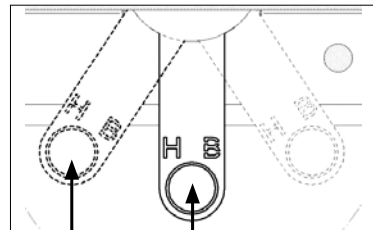

Abb.3b
- Der Luftregelbereich liegt im linken Bereich von 0% in der Mittelstellung bis zum linken Anschlag auf 100% (siehe Abb. 3b).